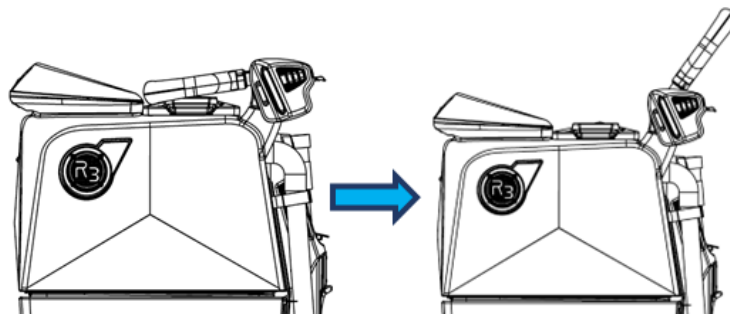

FIGURE 8-2
Pour transporter le robot hors du stockage, soulevez la Barre de Conduite (16) comme indiqué dans (Fig. 8-2).